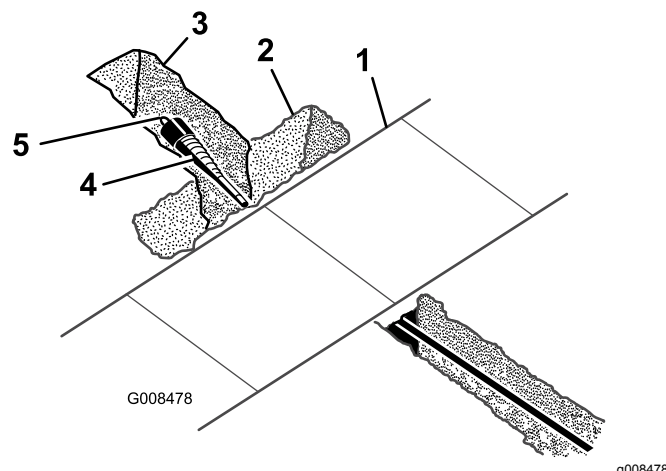

Figura 6
2. Rimuovete la punta di perforazione e agganciate l'alesatore (Figura 6).
3. Agganciate il cavo o il tubo che dovete posare alla parte girevole sull'estremità dell'alesatore (Figura 6).
1. Con una pala scavate con cautela attorno alla punta di perforazione per liberarla dalla terra e poterla così rimuovere (Figura 6).